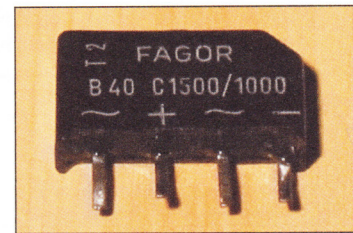

Bild 1: Zweipuls-Brückengleichrichter
11. Zweipuls-Brückengleichrichter werden als fertige Module (**Bild 1**) angeboten. Erklären Sie die Bezeichnungen: